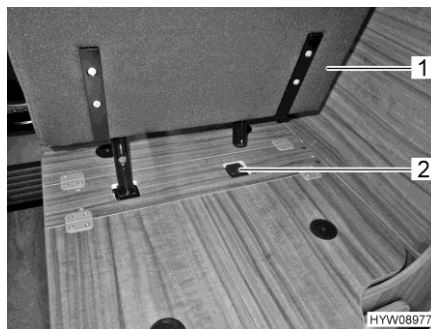

Bild 25 Sätt i den hopfällbara stolen i hållaren
- Sätt den hopfällbara stolen (Bild 25,1) i hållaren (Bild 25,2).